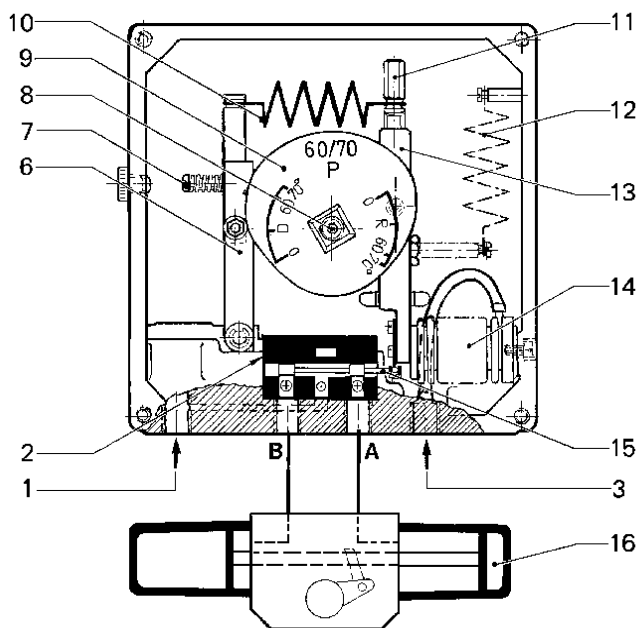

Рис. 3. Пневматический позиционер клапана, NAF 370210
Действие позиционера основывается на принципе баланса сил. Линия подачи воздуха подсоединена в точке (1) – см. Рис. 3, откуда давление сообщается на клапан управления (2), подсоединённый к приводу (16) двумя трубками (А и В). Управляющий сигнал 20 – 100 кПа подаётся в точку (3) и поступает на сильфон (14).
В случае стандартного управляющего сигнала - 20-100 кПа (или 3-15 фунт-сил на кв. дюйм) для пневматических позиционеров и 4-20 мА для электропневматических позиционеров - используется **одна пружина** $d_y = 18$ мм (10), см. Рис. 3 и 4.
Для нижнего диапазона управляющего сигнала вместо стандартной пружины (10) используется **одна пружина** $d_y = 22$ мм (поз. 53 в разделе 7 «Перечень деталей»). См. Рис. 3 и 4.
Для верхнего диапазона управляющего сигнала используется две пружины (10 и 12), см. Рис. 3 и 4.